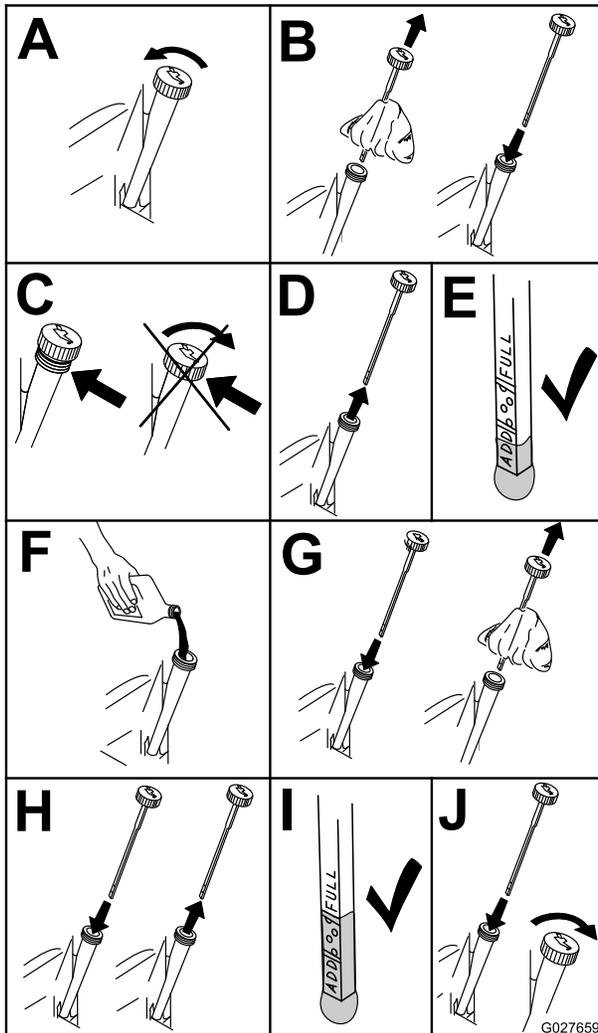

Figure 46
- Avant de quitter la position d'utilisation, coupez le moteur, enlevez la clé de contact et attendez l'arrêt complet de toutes les pièces mobiles (Figure 46).